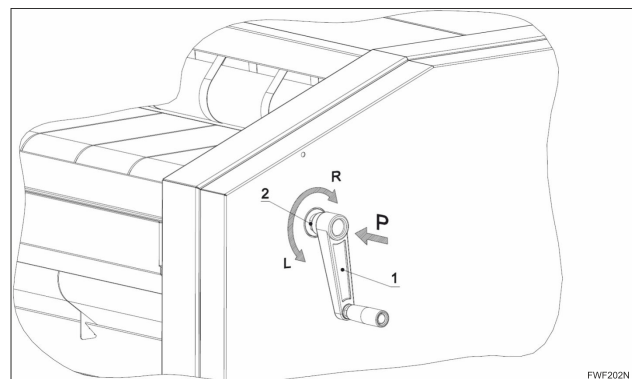

Figura 21
- A manivela, *Figura 21* é um dispositivo mecânico com o propósito de controlar manualmente a máquina.
- A manivela está instalada de modo a não estar conectada ao sistema de acionamento da máquina. A manivela é conectada à unidade de acionamento da máquina quando for empurrada na direção "P" direção consulte *Figura 21*. O sistema é equipado com uma embreagem dentada de sentido único.
- Se for necessário remover a tampa direita ou se, por qualquer outro motivo operacional, for necessário remover a manivela (1) da máquina, remova-a: (1) desparafusando-a na direção (L) da caixa (2), ao mesmo tempo em que firma a caixa (2) para evitar que gire, com uma chave HEX19 de extremidade aberta.
- A manivela (1) permanece sendo uma peça da máquina.